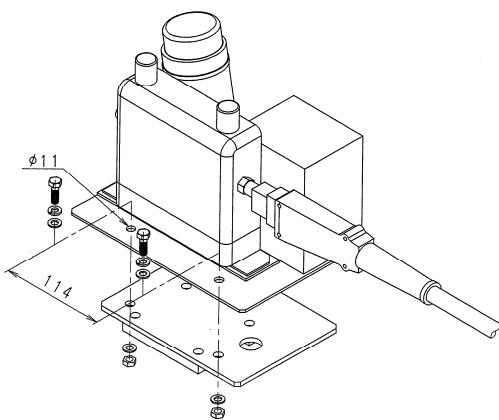

图 1.2 送丝机的安装（步骤 2）
2. 请参阅图 1.2 将送丝机安装在固定支架上。安装时，使用送丝机附属的内六角螺栓・垫圈・螺母。